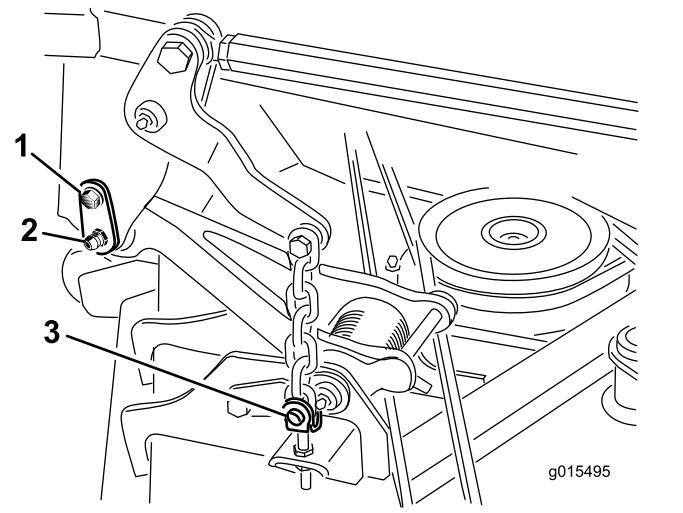

Рисунок 1
- Открутите винт с буртиком, крепящий стопорный штифт к несущей раме (Рисунок 1).
8. Снимите 4 пальца фиксации кольца и штифты с головками, которые крепят подъемные цепи дедки к регулировочным вилкам на режущей дедке (Рисунок 1).